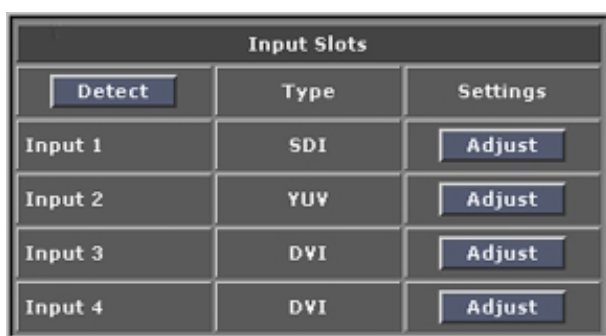

Imagen 10-1
1. Haga clic en el botón **Detect** situado en la caja Input slots de la página de configuración para iniciar el escaneo de los puertos de entrada. (imagen 10-1)